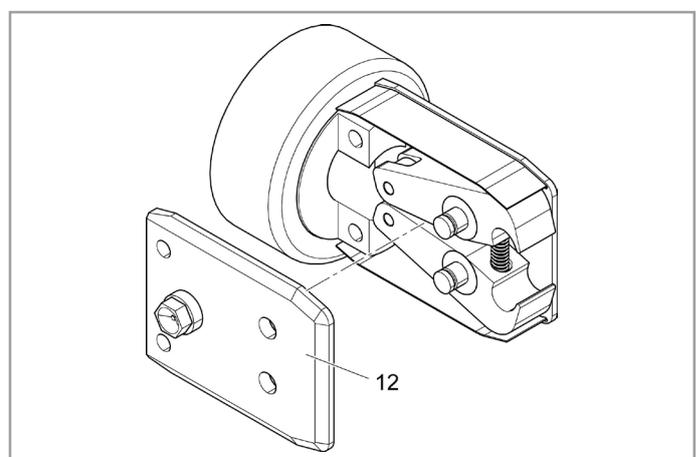
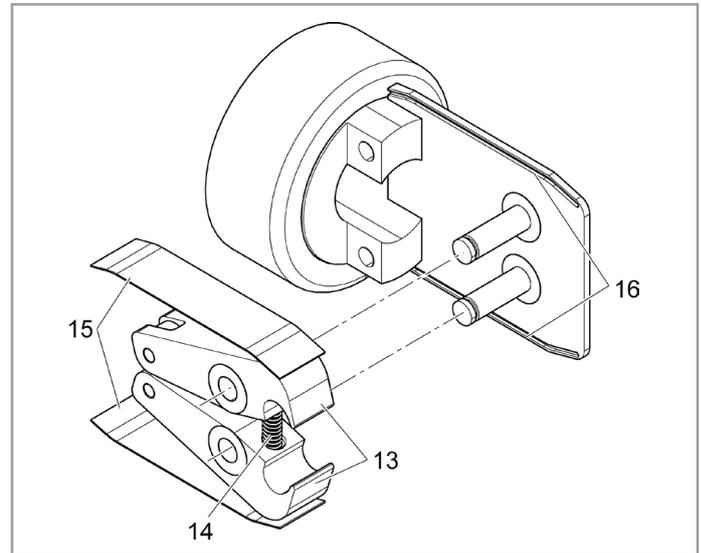

Abb. 78 Zangenplatte abbauen
Abb. 79 Zangenbacken ausbauen
7. Zangenplatte (Abb. 78/12) entfernen.
8. Druckfeder (Abb. 79/14), Abdeckbleche (Abb. 79/15) und Zangenbacken (Abb. 79/13) ausbauen.
9. Ersatz-Zangenbacken (Abb. 79/13) und Druckfeder (Abb. 79/14) aus Zangenbacken-Ersatzkit mit Spezialfett RENOLIT LX-EP 2 (RENOLIT Duraplex EP 2) einfetten und montieren.
10. Zangenplatte (Abb. 78/12) aufsetzen. Beidseitige Abdeckbleche (Abb. 79/15) in die Nuten (Abb. 79/16) der Zangenplatten einführen.
11. Gängigkeit der Zangenbacken (Abb. 79/13) prüfen.